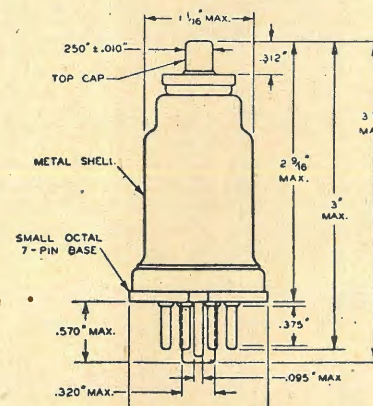

Fig. 1
**La nuova valvola ad involucri metallico a 7 piedini pentagriglia 6L7.** — Nella fig. 1 è riprodotta la valvola con le dimensioni in pollici, mentre nella fig. 2 è riprodotta la base della 6L7. I piedini in essa numerati corrispondono ai seguenti elettrodi: 1